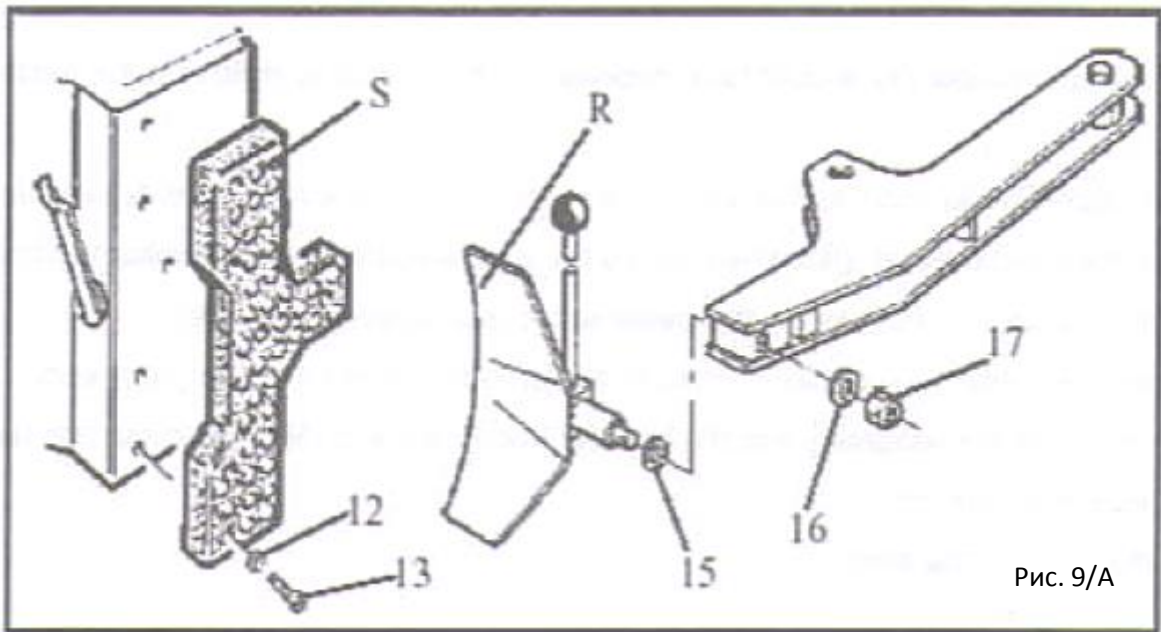

Рис. 9/А
Затянуть винт и шайбу (10), чтобы зафиксировать пластиковую крышку, как показано на рис. 9.
Закрепить резиновую опору под колесо (S) с помощью шайб (12) и винтов (13), как показано на рис. 9/A.